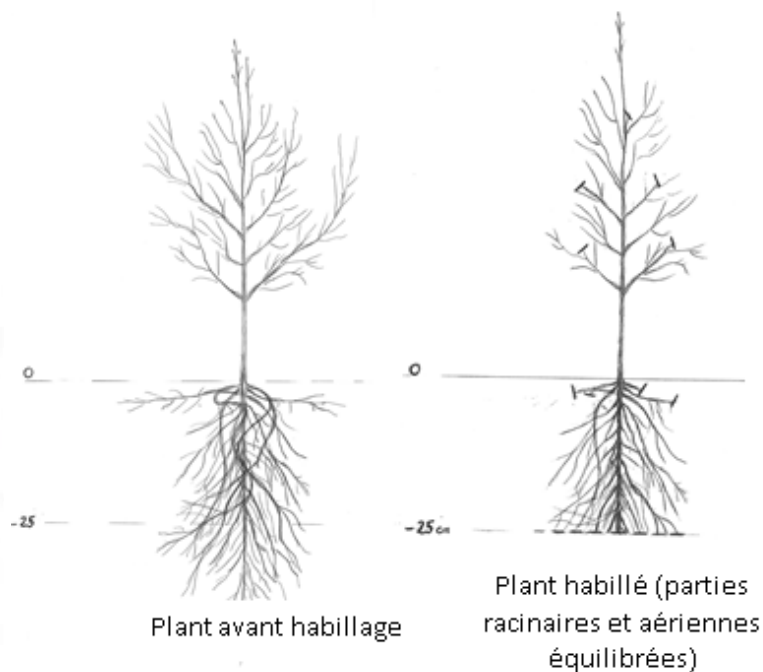

Fig. 2
- Rétablir l'équilibre racines-tiges en réduisant le volume des parties aériennes des plants dont les racines ont été amputées à l'arrachage. Laisser autant que possible l'axe principal du plant et tailler si nécessaire les axes secondaires (fig. 2). Les grands plants feuillus doivent être plantés sans branches et défourchés si nécessaire.